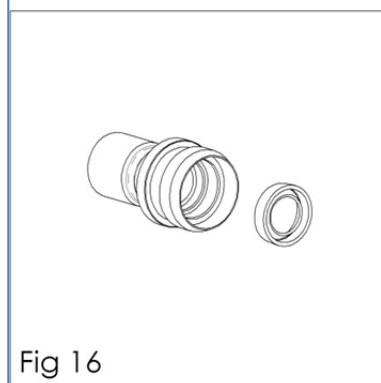

Fig 16
14. Wyjąć uszczelnienie powietrza znajdujące się z tyłu (22) z osłony (27), korzystając z przyrządu wygiętego w kształcie haka. (Patrz rys. 16)